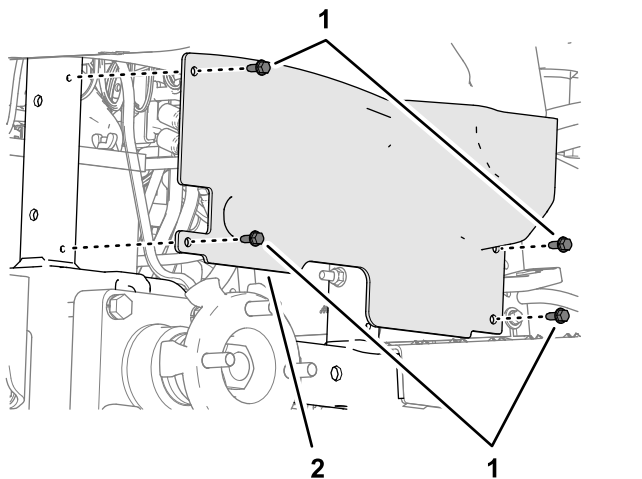

Figura 30
3. Retire los 4 tornillos de caperuza con arandela prensada ($\frac{1}{4}$ " x $\frac{5}{8}$ ") que sujetan la cubierta de la rueda al bastidor de la máquina (Figura 30).
6. Alinee los taladros en la cubierta de la rueda con el bastidor de la máquina (Figura 30) y fije la cubierta al bastidor con los 4 tornillos de caperuza con arandela prensada ($\frac{1}{4}$ " x $\frac{5}{8}$ ") que retiró en el paso 3.